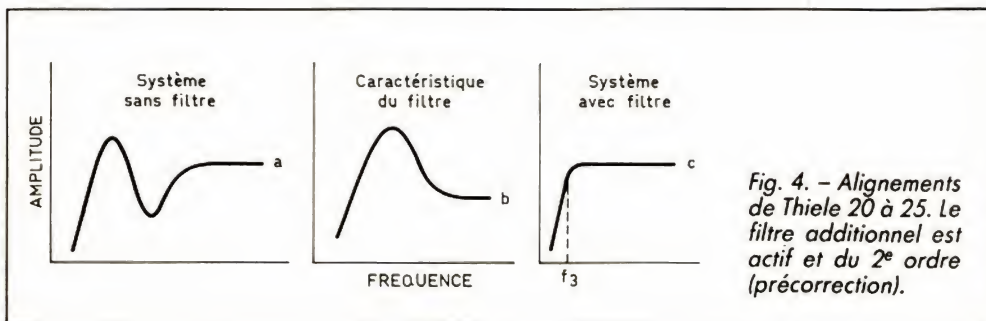

Fig. 4. - Alignements de Thiele 20 à 25. Le filtre additionnel est actif et du 2^e ordre (précorrection).
• un filtre actif du 2^e ordre pour les alignements 20 à 25 (fig. 4).